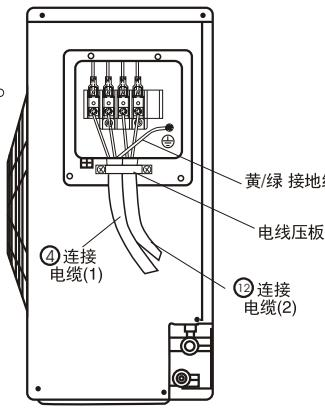

图28
- (3) 用电线压板将连接电缆压住后用螺钉紧固，按图28安装。
- (4) 必须将黄/绿线接至带有“ \ominus ”标志的端子上。